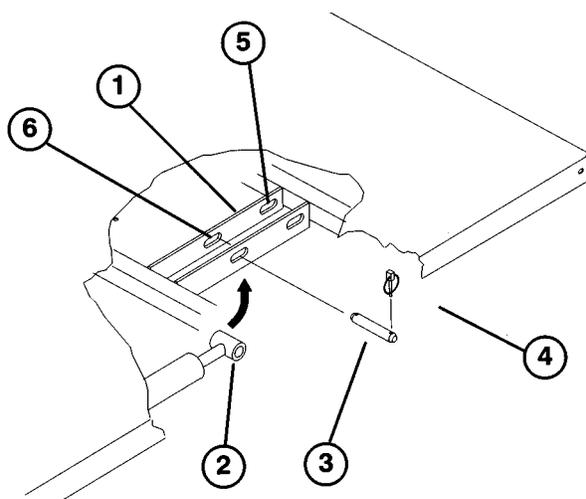

Figure 1
Nota: s'assurer que les pattes-entretoises et les blocs d'usure (Fig. 1) sont en place pour éviter d'endommager le capot du radiateur.
2. Positionner soigneusement le plateau sur le châssis du véhicule en alignant les trous des plaquettes d'articulation arrière avec les trous du profilé arrière du châssis du véhicule et installer (2) clavettes et axes de chape (Fig. 1).
3. Le plateau étant abaissé, fixer l'extrémité de chaque tige de vérin dans les fentes appropriées des plaquettes de montage du plateau, au moyen d'un axe de chape et d'une clavette. Introduire l'axe par l'extérieur et diriger la clavette vers l'extérieur (Fig. 1). Les fentes arrière sont prévues pour l'installation d'un plateau complet et les fentes avant pour un plateau 2/3.